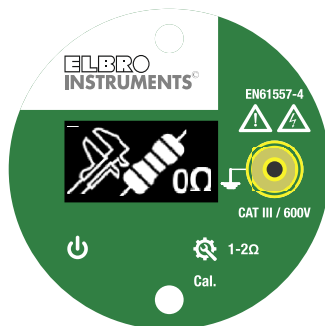

Figure 2
3. L'instrument affichera le mode d'étalonnage (fig.2).